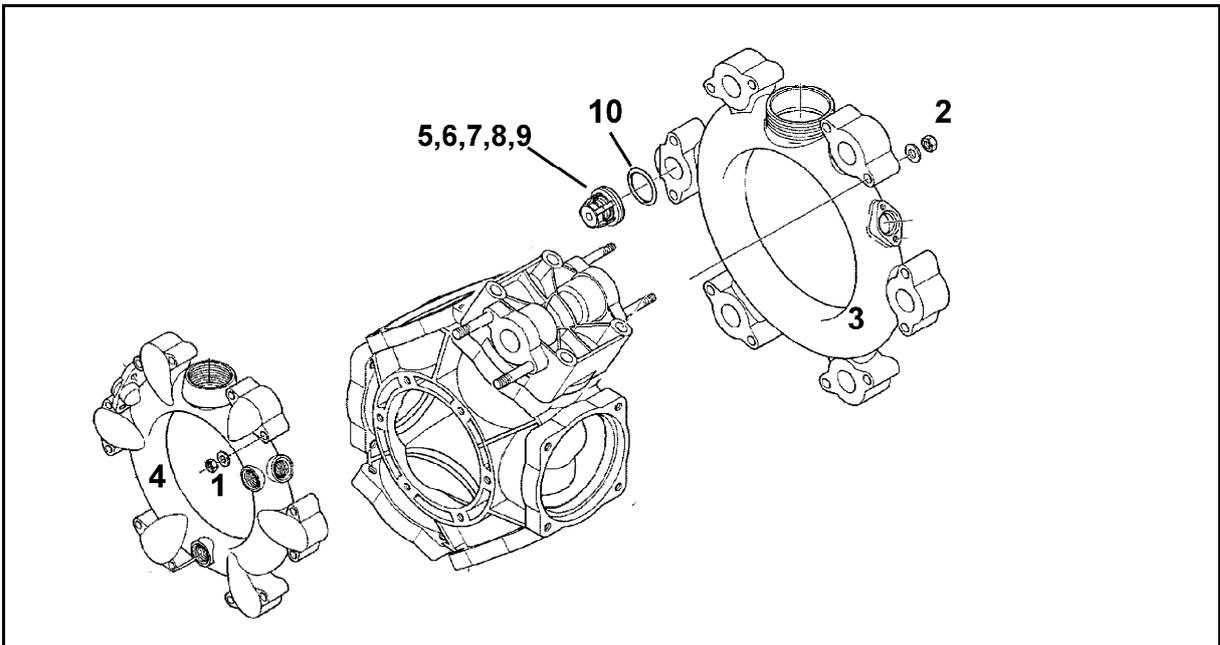

Fig. 175
- Achten Sie auf die jeweilige Einbaulage der saug- und druckseitigen Ventile, bevor Sie die Ventilgruppen (Fig. 175/5) herausnehmen.
- Achten Sie beim Zusammenbau darauf, dass die Ventilfehrung (Fig. 175/9) nicht beschädigt wird. Beschädigungen können zum Blockieren der Ventile führen.
- Die Schrauben (Fig. 175/1) unbedingt kreuzweise mit dem angegebenen Drehmoment anziehen. Unsachgemäßes Anziehen der Schrauben führt zu Verspannungen und somit zur Undichtigkeit.
2. Muttern (Fig. 175/1,2) entfernen.
3. Saug- und Druckkanal (Fig. 175/3 und Fig. 175/4) abnehmen.
4. Ventilgruppen (Fig. 175/5) herausnehmen.
5. Überprüfen Sie Ventilsitz (Fig. 175/6), Ventil (Fig. 175/7), Ventilfehrung (Fig. 175/8) und Ventilfehrung (Fig. 175/9) auf Beschädigungen bzw. Abnutzung.
6. Den O-Ring (Fig. 175/10) entfernen.
8. Ventilgruppen (Fig. 175/5) nach Prüfung und Reinigung montieren.
9. Neue O-Ringe (Fig. 175/10) einsetzen.
10. Saug- (Fig. 175/3) und Druckkanal (Fig. 175/4) an das Pumpengehäuse anflanschen.
11. Ziehen Sie die Muttern (Fig. 175/1,2) kreuzweise mit einem Drehmoment von **11 Nm** an.